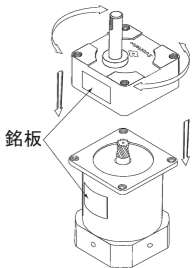

図2
- モータとギヤヘッドの組み付けは、(図2)のように組合せ面を合わせ、ギヤヘッドを少しずつ回しながら行って下さい。組み付けの際に、モータシャフトに無理に力を加えたり、ギヤヘッド内部に当てたりすると、ギヤ損傷により異常音が発生し、寿命が低下しますので、ご注意ください。